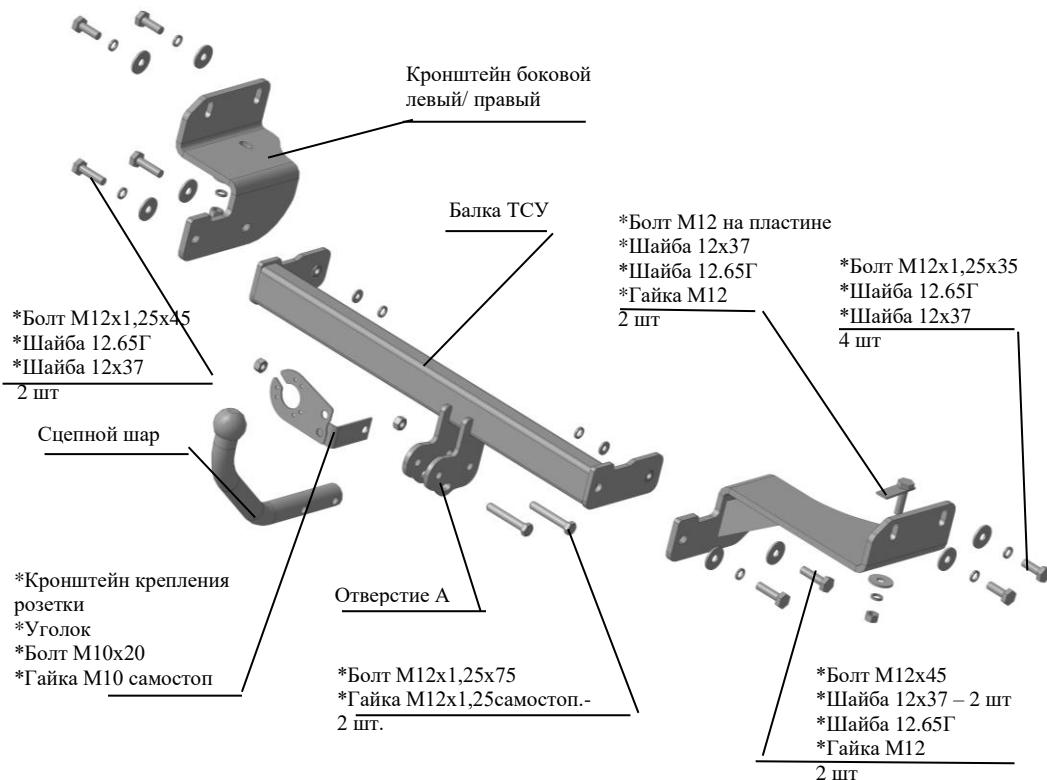

Рис.1 Тягово-сцепное устройство 7334
2.1 ТСУ 7334 в сборе (рис.1)	1 шт.
2.2 Пакет с комплектующими (см. рис.1) Задний колпак	1 шт.
4.2 Установить боковые кронштейны ТСУ (правый и левый соответственно рис.1), закрепив к нижним полкам лонжеронов болтами на пластине (вставить болты внутрь лонжеронов) и гайками M12, подложив под гайки шайбы 12.65Г и 12x37, к внешним боковым сторонам лонжеронов а/м- болтами M12x1,25x35, под головки болтов подложив шайбы гроверные 12.65Г и шайбы 12x37. Крепеж не затягивать.